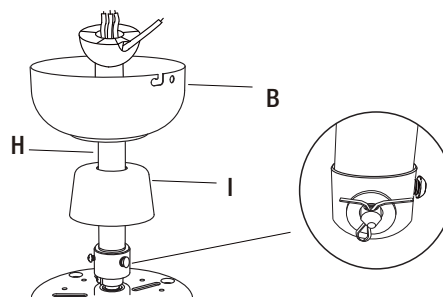

Figura 6
- Afloje los tornillos primero y luego inserte el conjunto de la varilla de extensión (H) en la barra de suspensión en la parte superior del conjunto del motor del ventilador.
- Empuje el pasador (DD) a través del eje del motor y de los orificios de la vara (Figura 6). El extremo de inserción del pasador pivotante tiene una forma cónica especialmente diseñada que se aleja y no daña los cables del interior del vástago. Asegure el pasador insertando el pasador de chaveta y doblando los extremos para evitar que se salga de los orificios (Figura 6).
- Asegure la barra de suspensión y la varilla de extensión ajustando los tornillos instalados previamente en la barra de suspensión (Figura 6).